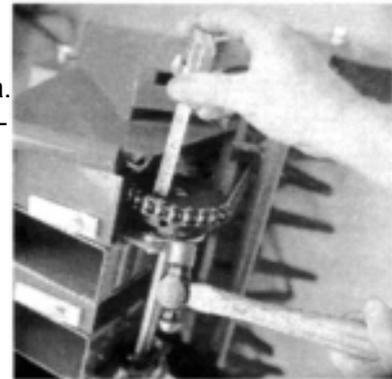

Рисунок 16
5. Осмотрите и выровняйте звёздочки (см. рисунок 16). Проверьте винты. (Пары винтов на звёздочке колеса и звёздочке привода рабочего вала).